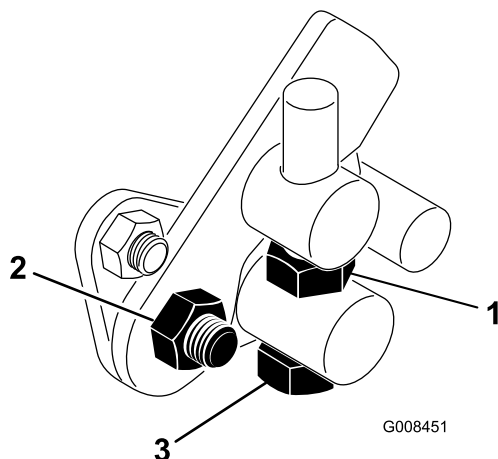

Bild 44
1. Lösen Sie die Klemmmutter an der Drehzapfenkopfschraube (Bild 44).
4. Ziehen Sie die Sicherungsmutter an der Drehzapfenkopfschraube und die Mutter am Pedalgelenk fest, um die Einstellung zu arretieren (Bild 44). Prüfen Sie die Einstellung und nehmen Sie ggf. eine weitere Einstellung vor.